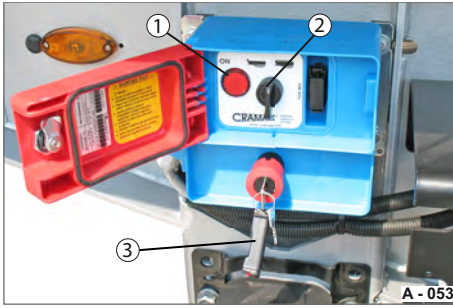

Abb. 82 Bedieneinheit bedienen
- ▶ Öffnen Sie die Schutzklappe. Die Kontrollleuchte (Abb. 82/1) muss aktiv sein - rot leuchten.
- ▶ Drehen Sie den Bedienschalter (Abb. 82/2) in Richtung ÖFFNEN und halten Sie diesen. Alternativ können Sie mit der programmierten Fernbedienung (Abb. 82/3) das Schiebeverdeck steuern. Das Schiebeverdeck fährt auf und positioniert sich im vorderen Bereich der Mulde.